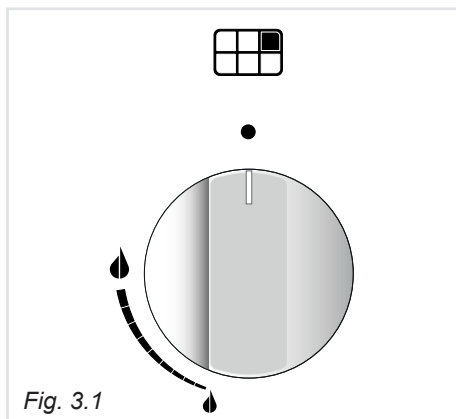

Fig. 3.1
L'afflusso del gas ai bruciatori é regolato da un rubinetto comandato da una manopola (fig. 3.1).
1. Premere a fondo la manopola del rubinetto gas relativo al bruciatore da accendere e, tenendola sempre premuta, ruotarla in senso antiorario di 90° (fig. 3.1).